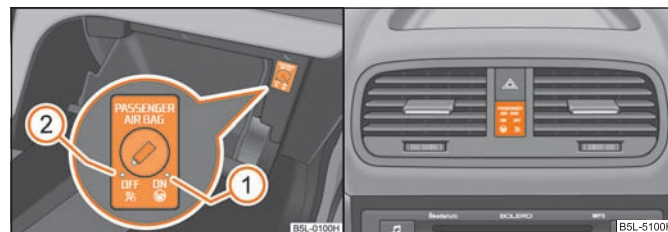

Fig. 137 Torpedoul: Comutator pentru airbagul frontal al pasagerului din față / Lampa de control pentru dezactivarea airbagului pasagerului din față
- dezactivarea airbagurilor va fi semnalizată de către lampa de control galbenă din centrul tabloului de bord **PASSENGER AIR BAG OFF** ⚠ ⇒ fig. 137.
- Rotiți cu cheia fanta comutatorului airbag în poziția ② (OFF) ⇒ fig. 137.
- Verificați, dacă la punerea contactului motor se aprinde lampa de control airbag de culoare galbenă în înscrisul **PASSENGER AIR BAG OFF** ; din centrul bordului ⇒ fig. 137 - dreapta.
- Rotiți cu cheia fanta comutatorului airbag în poziția ① (ON) ⇒ fig. 137.
- Verificați, dacă la punerea contactului motor se aprinde lampa de control airbag de culoare galbenă în înscrisul **PASSENGER AIR BAG ON**  din centrul bordului ⇒ fig. 137 - dreapta. Lampa de control **ON**  se stinge după 65 secunde de la cuplarea contactului.
Lampa de control airbag se găsește în centrul bordului ⇒ fig. 137 - dreapta.